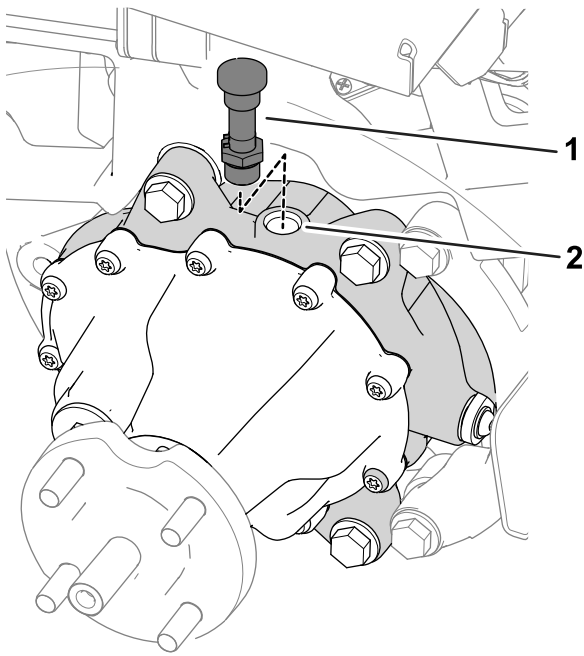

図 51
7. ギアボックス上部から換気ホースとフィッティングを外す **図 51**。
9. 給油ポートに換気ホースとフィッティングを取り付ける 図 51。